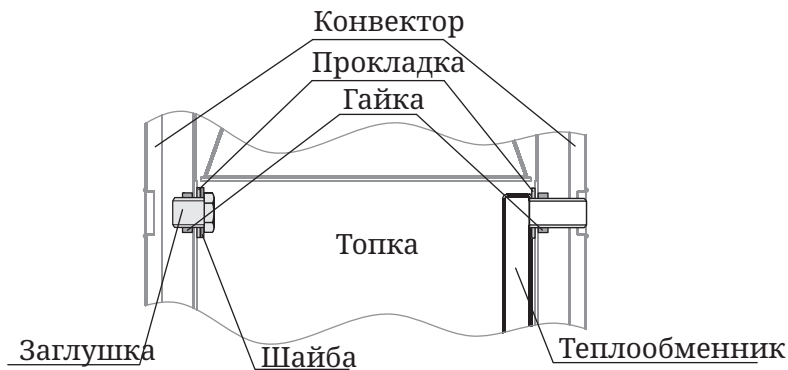

Рисунок 7. Демонтаж теплообменника и заглушек печи «Витрувия II»
3. Снять теплообменник (рисунок 7), отвернув гайки 2 шт. и вынув его из отверстий, прокладки остаются на штуцерах;